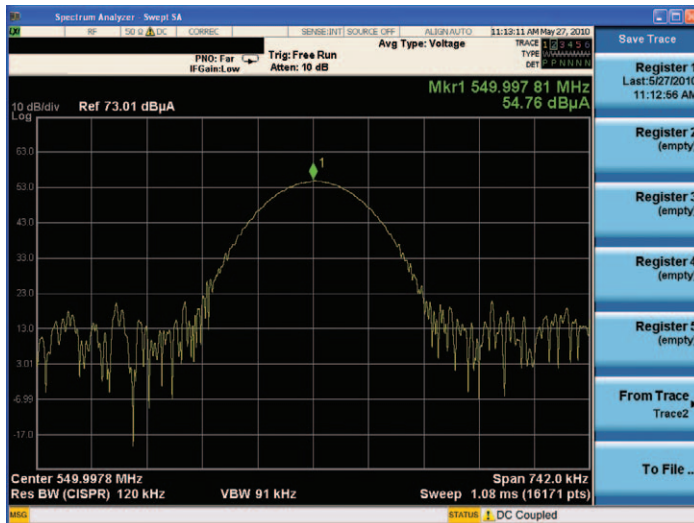

図15. 予備診断トレース
1. 診断ツールを図15のように接続します。
前に伝導性/放射性テストで記録した情報を使用して、問題の周波数の1つにシグナル・アナライザをチューニングします。スパンは信号同士を十分に区別できる程度に狭くします。近磁界プローブをゆっくりとDUTに近づけます。ディスプレイを見ながらエミッションが最大になる場所を探し、エミッション源を特定します。エミッション源が特定できれば、場所を記録し、表示を内部レジスタに保存します(図15を参照)。